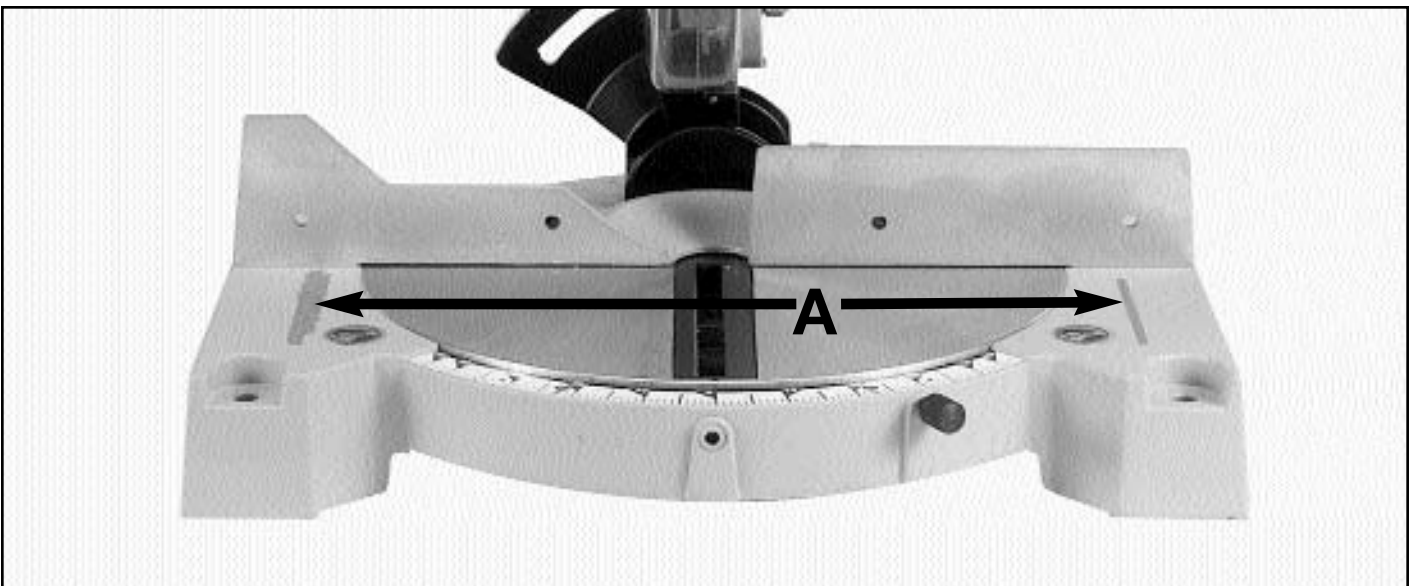

Fig. 43
⚠ ADVERTENCIA: EL ÁREA QUE SE ENCUENTRA DENTRO DE LAS DOS LÍNEAS ROJAS (A), FIG. 43, DE LA MESA ESTÁ DESIGNADA COMO UNA ZONA DE PELIGRO. NUNCA PONGA LAS MANOS EN EL INTERIOR DE ESTA ÁREA MIENTRAS SE ESTÉ UTILIZANDO LA HERRAMIENTA.